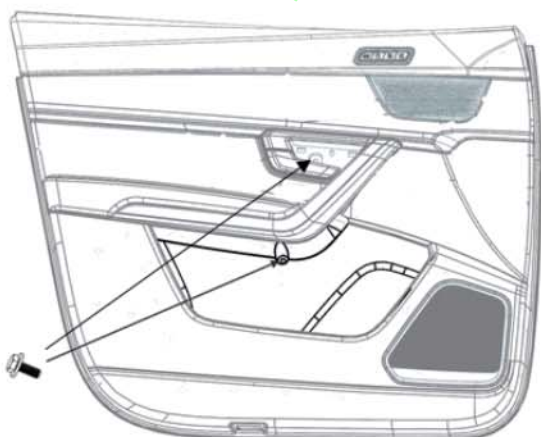

图8-1-2 左前门螺钉拆卸示意图
(2) 图8-1-2，用10号套筒将图中圆圈处的螺栓拆下（2个）